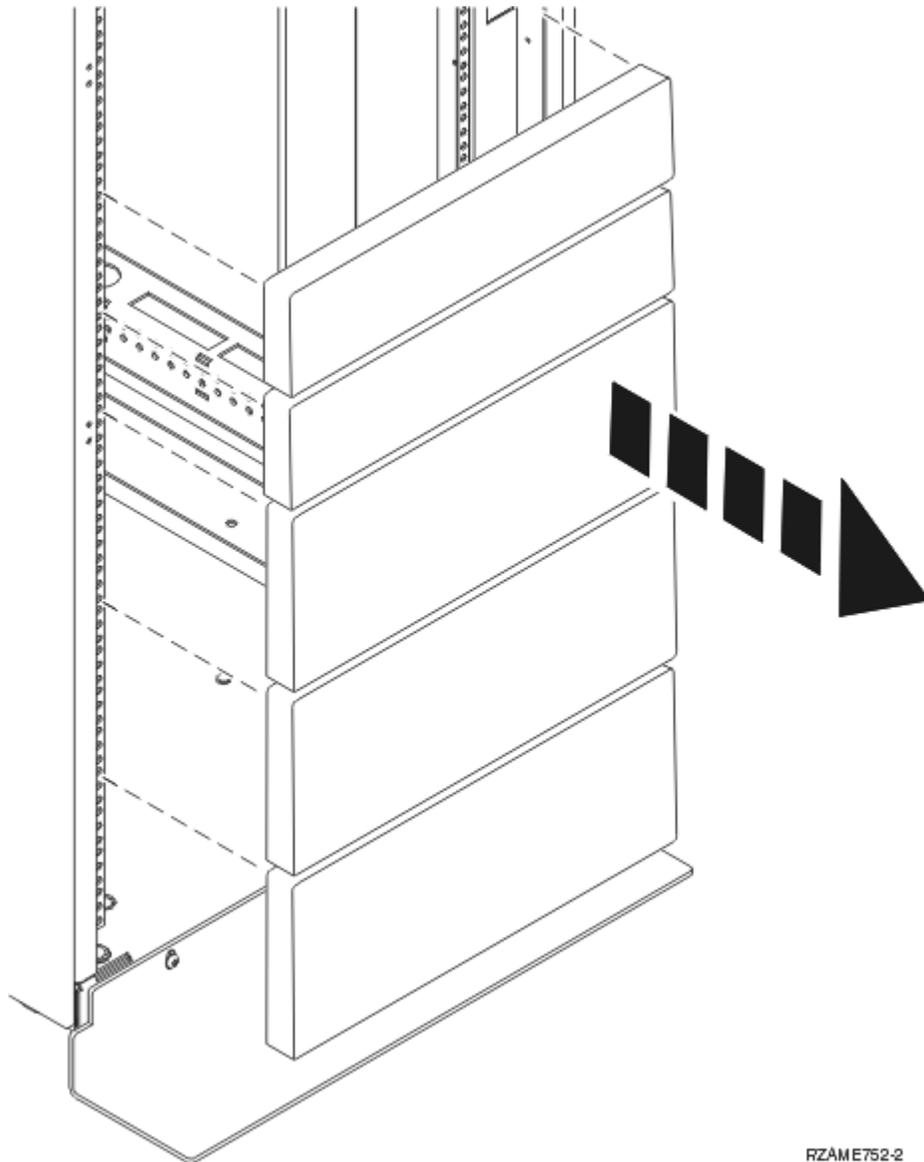

Abbildung 1. Abdeckblenden ausbauen
3. Falls erforderlich, bauen Sie die Abdeckblenden aus, um auf die Positionen im Inneren des Rack-schranks zugreifen zu können, an denen die Einheit installiert werden soll. Einzelheiten finden Sie unter Abbildung 1 auf Seite 3.